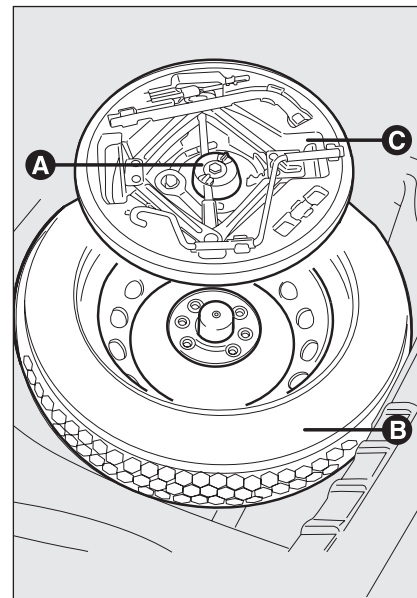

Рис. 2
- ❑ освободите фиксатор **A** (рис. 2);
- ❑ извлеките из багажного отсека контейнер с инструментами **C** (рис. 2) и перенесите его к тому колесу, которое предстоит менять;
- ❑ извлеките из ниши багажного отсека запасное колесо **B** (рис. 2);
- уложите частично сложенный домкрат в контейнер **С (рис. 2)**, затем слегка расклиньте его в контейнере для предупреждения вибрации во время движения;
- установите контейнер **С (рис. 2)** вместе с инструментами в середину запасного колеса;
- затяните фиксатор **А (рис. 2)**;